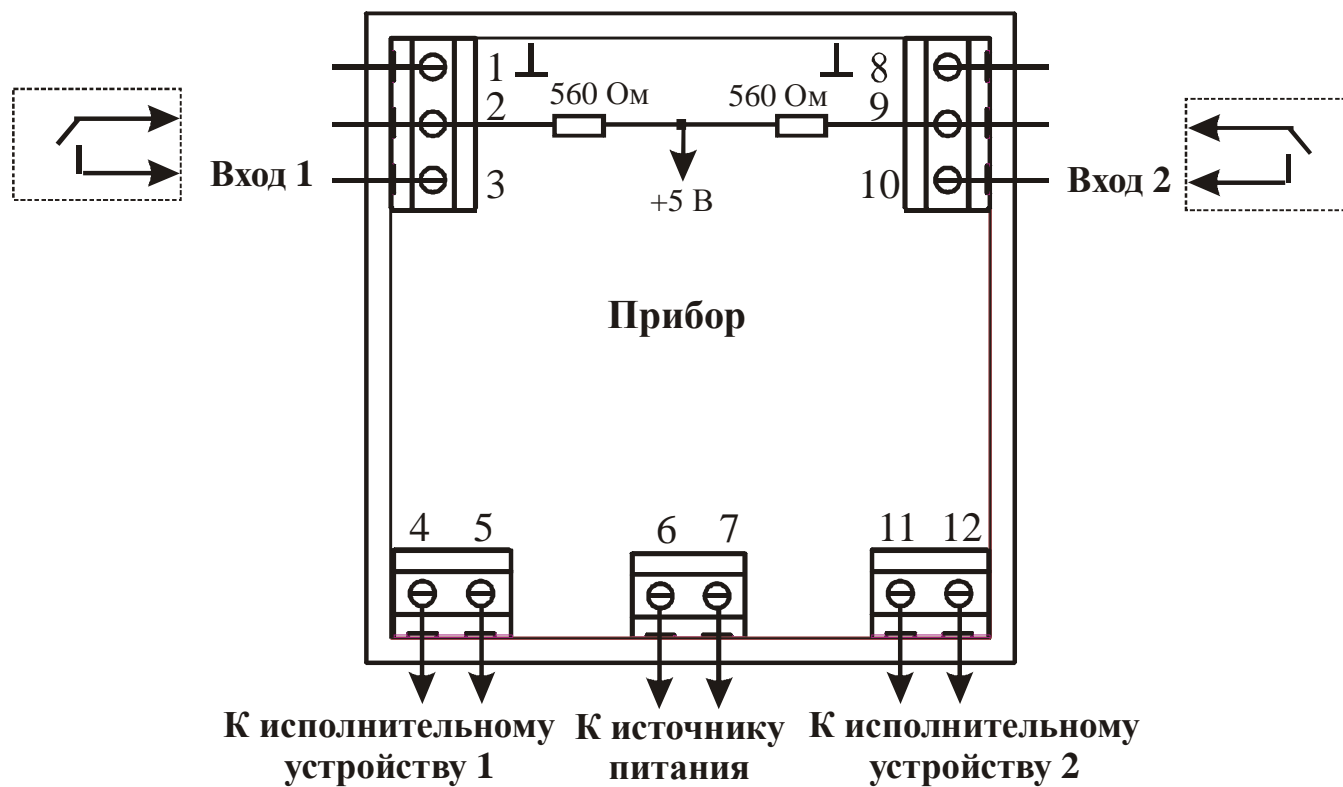

Рисунок 8.1 – Схема подключения входных датчиков, источника питания и исполнительных устройств
8.3 Произведите подключение входных датчиков с учетом расположения клеммников на задней панели прибора (см. рисунок 8.1).
8.4 Подключите прибор к источнику питания и исполнительным устройствам (см. рисунок 8.1).